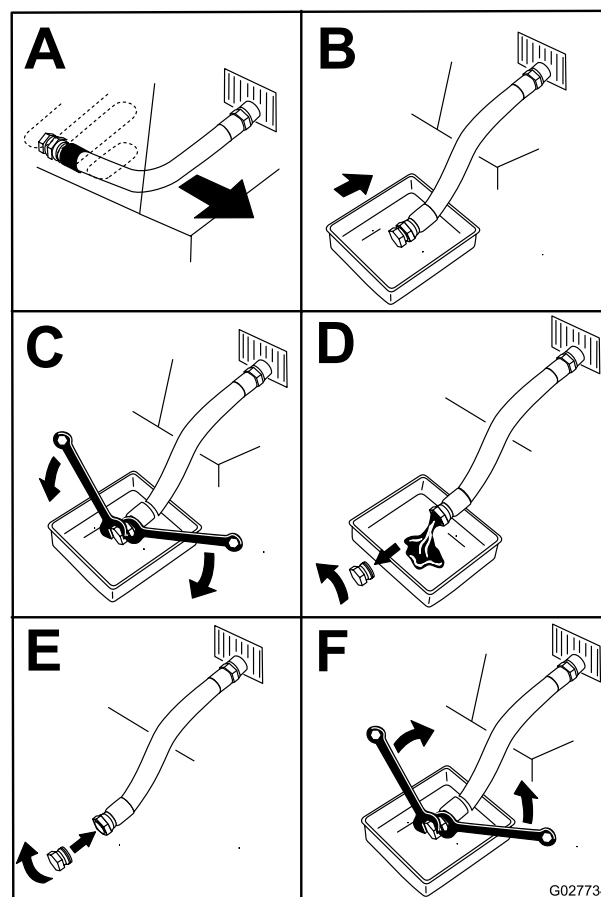

Figura 51
4. Pare el motor, retire la llave y espere a que se detengan todas las piezas en movimiento antes de abandonar el puesto del operador (**Figura 51**).